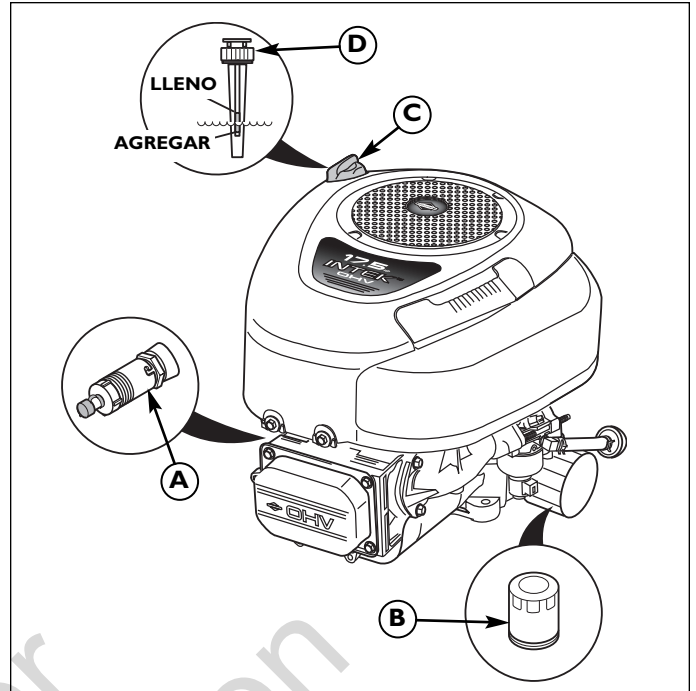
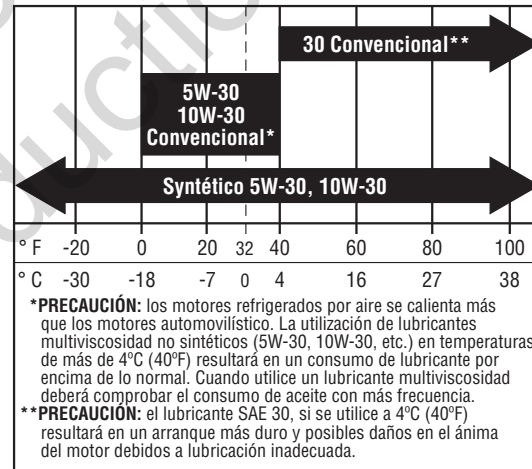

Figura 22. Modelos Briggs & Stratton de un cilindro
Figura 25. Aceite del motor recomendado: Modelos Briggs & Stratton
2. Limpie el área alrededor de la varilla para medición del nivel (C, Figura 22 ó 23).
3. Retire la varilla para medición del nivel (C) y límpiela con una toalla de papel.
4. Introduzca la varilla para medición del nivel (C) nuevamente en el motor. Vuelva a colocar la tapa en el tubo.
5. Retire la varilla para medición del nivel y verifique el nivel del aceite. El nivel de aceite debe estar entre las marcas LLENO y AGREGAR de la varilla (D). Si no es así, agregue aceite de acuerdo con el gráfico de recomendaciones de aceite (Figura 25).
1. Coloque un recipiente adecuado de 3,8 L (4 cuartos de galón) de capacidad bajo la válvula de drenaje de aceite (A, Figura 22 ó 23).
2. Suelte o retire la varilla para medición del nivel (C, Figura 22 ó 23).
1. Limpie el área alrededor de la varilla para medición del nivel (C, Figura 22 ó 23) y la válvula de drenaje de aceite (A).